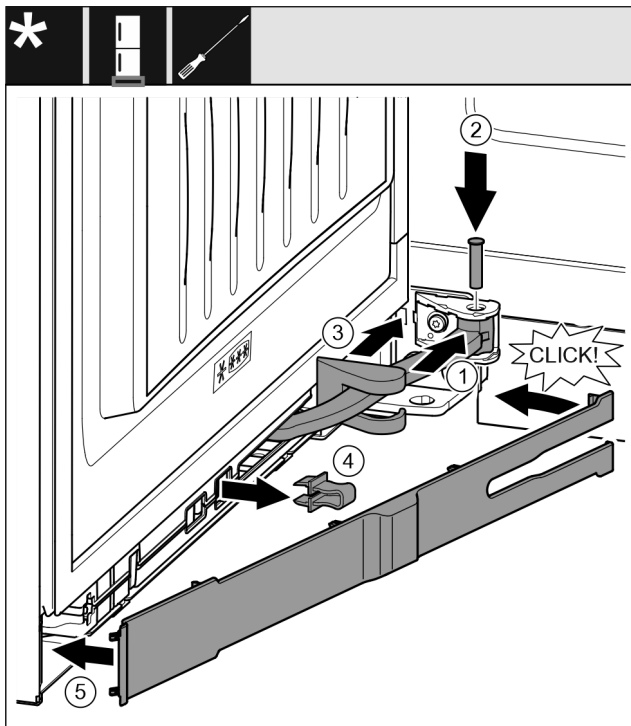

Fig. 47
- ▶ Pagrieziet šarnīru viru mehānismā. Fig. 47 (1)
- ▶ Ievietojiet tapu ar skrūvgriezi T15 viru mehānismā un šarnīrā. Uzmaniet, lai aizmugurējais izcilnis pareizi atrastos rievā. Fig. 47 (2)
- ▶ Bīdīd gultņa balsta pārsegu gar šarnīru un uzstādiet viru mehānismā. Fig. 47 (3)
- ▶ Noņemiet aizturi. *Fig. 47 (4)*
- ▶ Pielieciet aizsegu no roktura puses un pievirziet. *Fig. 47 (5)*